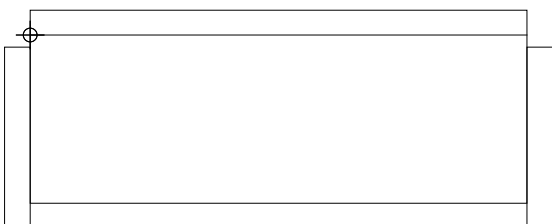

图3-17 绘制直线
- 03 单击“绘图”工具栏中的“直线”按钮，配合“对象捕捉”绘制直线，如图3-17所示。
- 01 执行“文件”|“打开”命令，打开如图3-17所示图形。